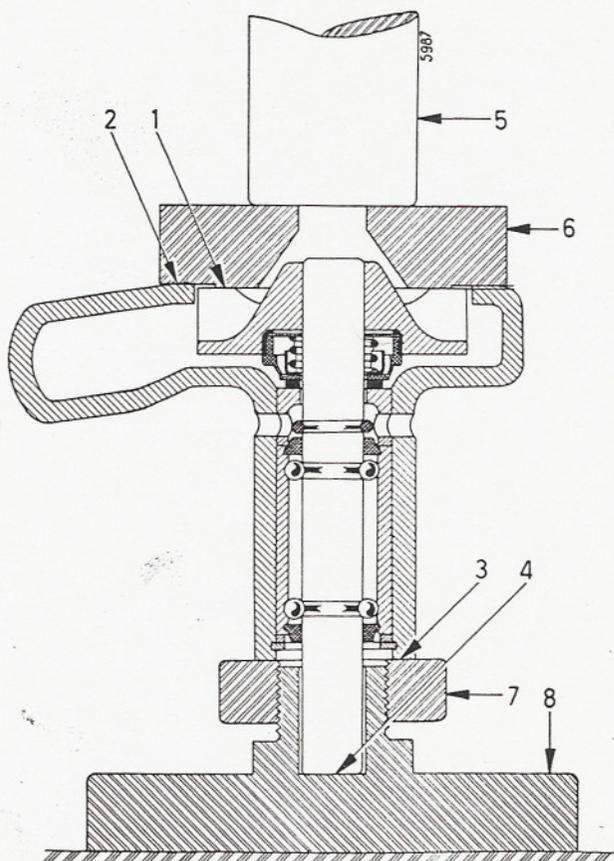

Figure 227
Introduisez l'arbre de pompe dans la plaque (8, fig. 227), et desserrez l'écrou (7) jusqu'à contact avec le corps de pompe. La pompe doit être solidement supportée par (3) et (4).